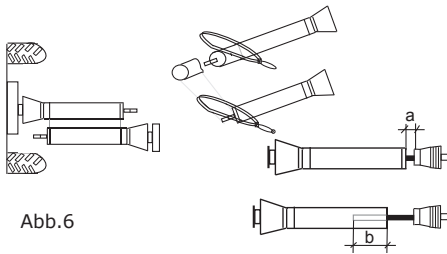

Abb.6
- Ziehen Sie die Gelenkwelle auseinander und bauen Sie die beiden Wellenhälften einzeln auf dem Traktor und der Winde an. Machen Sie danach eine Kreuzvergleichung . (Bild 6)